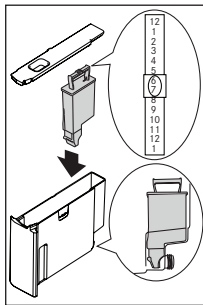

Fig. 37
- ▶ Deslize o ponteiro do indicador da data (consulte a Fig. 37) até aparecerem os meses de utilização (o filtro dura cerca de 2 meses).
- ▶ Introduza o filtro no reservatório de água e pressione-o até tocar no fundo do reservatório (consulte a Fig. 37).